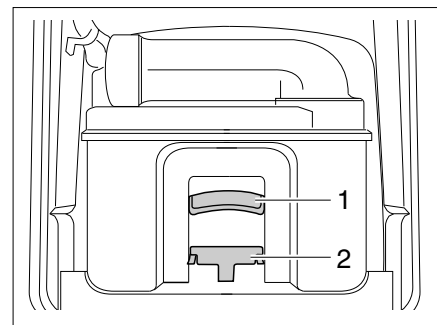

Fig. 150 Cassette Thetford
- Tirer l'étrier de fixation (Fig. 150,2) vers l'avant afin de déverrouiller la toilette à cassette et extraire la cassette par la poignée (Fig. 150,1).